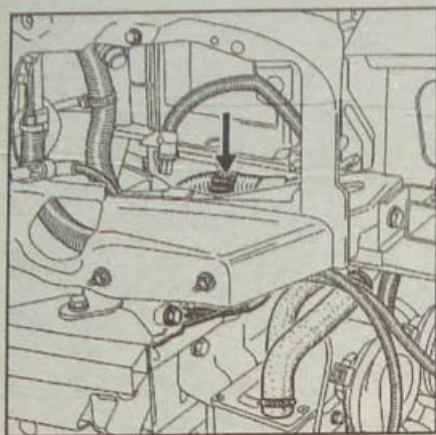

Рис. 4.22. Расположение держателя крепления жгута проводов
- Отсоедините жгут электропроводки от держателя, расположенного под блоком управления двигателем (рис. 4.22)